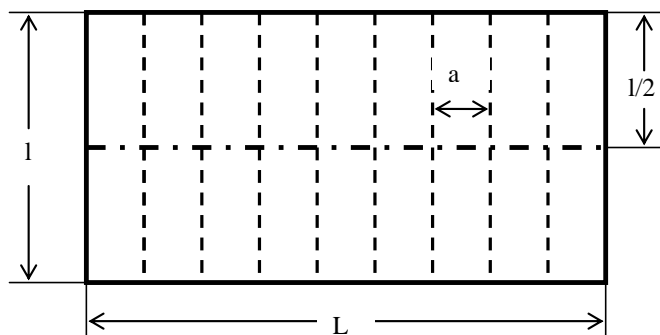

Рис. 1. Схема перекрытия
**Требуется** спроектировать плоское прямоугольное перекрытие, состоящее из настила и подкрепляющего его набора, на действие нагрузки от равномерного (гидростатического) давления. Набор располагается со стороны, не подверженной нагрузке (с внутренней стороны при наружном давлении). Материал – малоуглеродистая сталь с пределом текучести  $\sigma_T = 235$  МПа. Перекрытие свободно опёрто по всем кромкам. Схема перекрытия показана на рис. 1. Набор состоит из одинаковых равноотстоящих балок